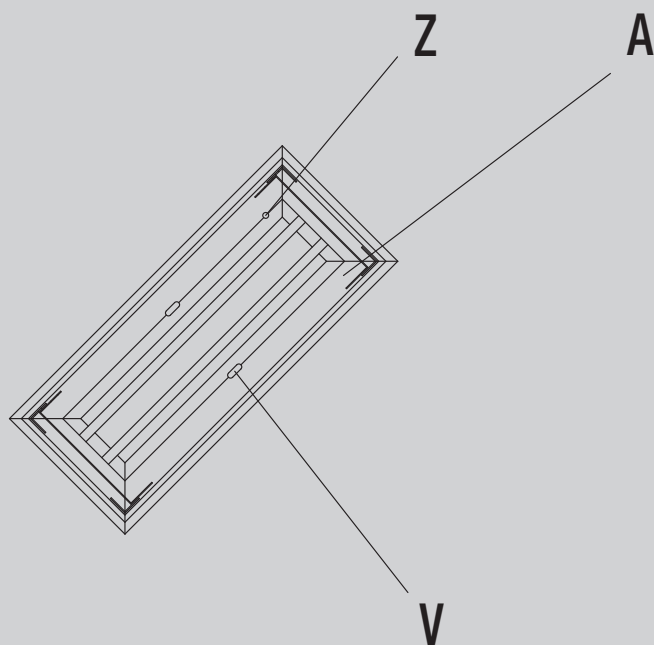

fig. 1 / Abb. 1
- Per plafoniere singole o terminali (**fig. 1**), posare l'apparecchio (**A**) su di un piano d'appoggio e togliere lo sportellino della parabola riflettente, posto all'interno dell'apparecchio in prossimità dell'angolo con applicato l'etichetta "CONNESSIONE / MORSETTO DI ALIMENTAZIONE", semplicemente svitando la vite di un giro (360°) e spostando lo sportellino dal foro asolato. Sulla parte posteriore dello sportellino è attaccato il blocco cavo che va applicato sul foro esterno (**Z**) sul profilo in alluminio in prossimità dell'angolo. Questo è il foro d'entrata per l'alimentazione esterna, mentre dietro lo sportellino troverete il morsetto sul quale collegarsi.
- Per il collegamento della linea (**fig. 1**) tra terminale/intermedio e intermedio/intermedio posare l'apparecchio (**A**) su di un piano d'appoggio, togliere lo sportellino della parabola riflettente, posto all'interno dell'apparecchio in prossimità dell'angolo riportante l'etichetta "CONNESSIONE / MORSETTO LINEA PASSANTE" ed effettuare il ponticello (cavallo) tra una apparecchiatura e l'altra.
- Dopo aver montato la sospensione allo l'attacco a plafone (come da istruzioni sotto riportate o inserire nel kit fornito separatamente alla plafoniera), inserire nelle canaline (**V**), i relativi dispositivi di ancoraggio (**fig. 1**).
- Far scorrere le staffe in PA6 (**M**), nel canalino (**V**) presente sulla parte superiore del modulo (**A**) (**fig. 1** e **7**), fino all'interesse prescelto.
- For single or terminal (**fig. 1**), place the fitting (**A**) on a flat surface and remove the cover from the reflector , inside of the fixture close to the corner with the label "CONNECTION/INPUT SUPPLY TERMINAL", by simply unscrewing the screw with one turn (360°) and moving the cover from the slotted hole. The wire lock is attached to the back part of the cover, which is to be applied on the external hole (**Z**) of the aluminium profile close to the corner. This is the entry hole for the external supply cable, while behind the cover is the terminal for the connection.
- For the connection of the line (**fig. 1**), between head/middle and middle/middle, place the fitting (**A**) on a flat surface and remove the cover from the reflector, inside the fitting close to the corner with the label "CONNECTION/MODULAR THROUGH LINE TERMINAL", and make the bridge between one fitting and the other.
- After mounting the suspension and/or attachment to the ceiling lamp (according to the instructions below or in the kit supplied separately from the ceiling lamp), insert into the ducts (**V**) the relative anchor devices (**fig. 1**).